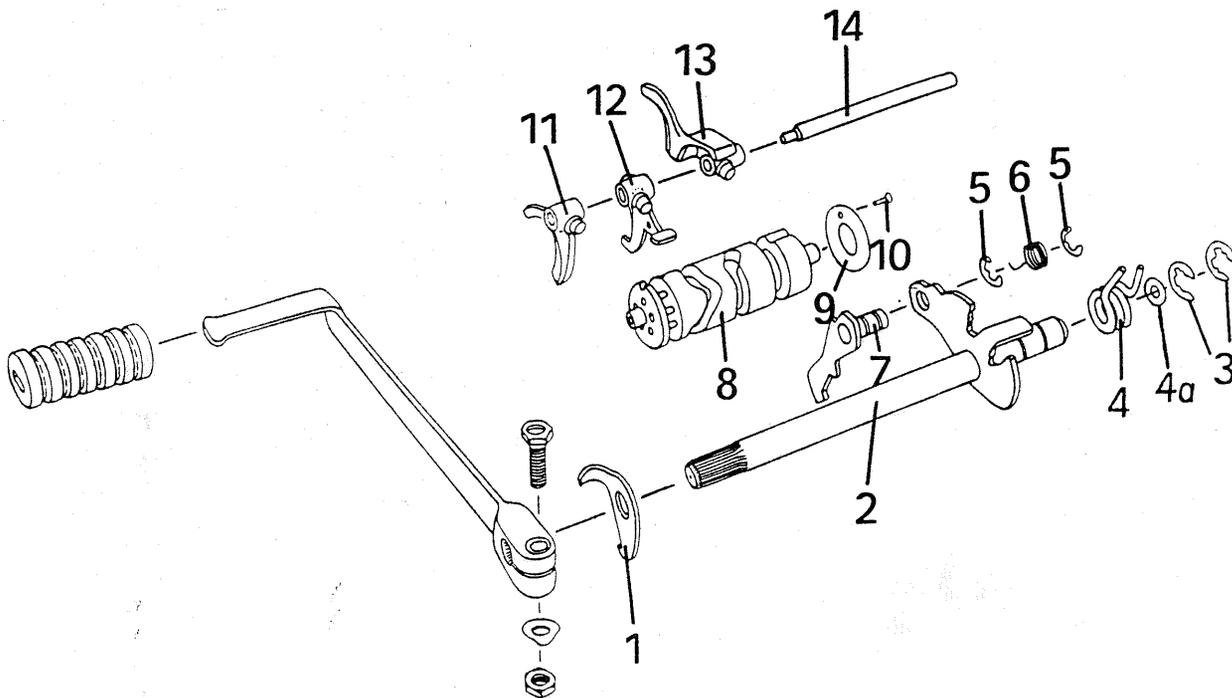

Fig. 150. Construction du changement de vitesses
Non seulement le levier d'arrêt de changement de vitesses (fig. 150) maintient les différentes vitesses à l'état engagé, mais l'effet de clavettage des retassures y contribue également. Si les crabots des roues dentées de changement de vitesses sont fortement usées, la surface portante devient plus petite ce qui a pour conséquence que les vitesses sautent hors de leur prise.
7.4.5. Changement de vitesses (fig. 150)